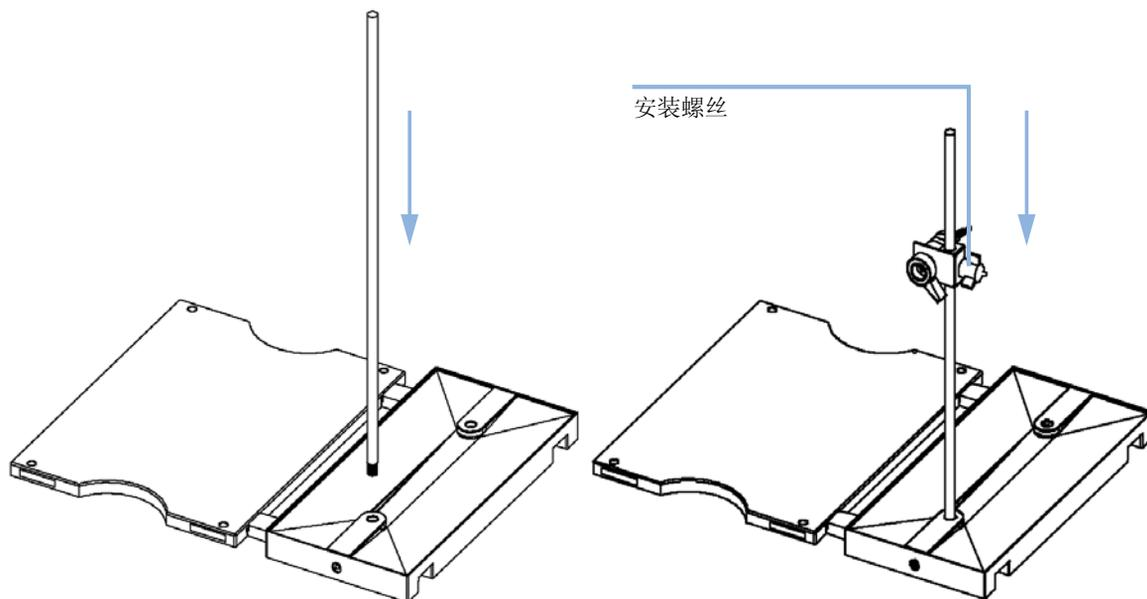

图 3 安装安装杆和手动进样器
- 4 将手动进样器滑入安装杆（请参见“第 10 页的图 3”）。拧紧安装螺丝。